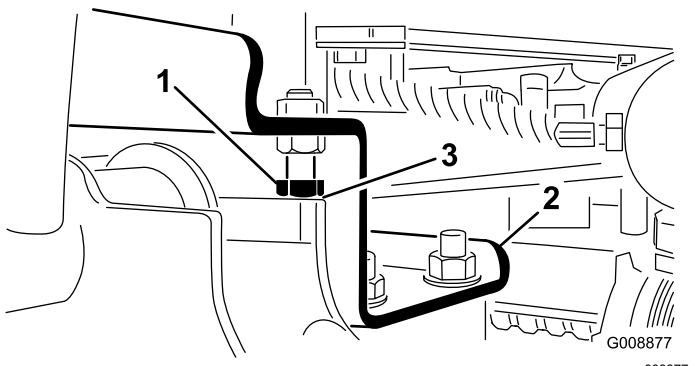

Figure 26
- A. Desserrez les boulons d'arrêt et ajustez le vérin afin d'obtenir l'écartement voulu (Figure 26).
2. Vérifiez que l'écartement entre chaque bras de levage et le boulon d'arrêt est de 0,13 à 1,02 mm (Figure 26).